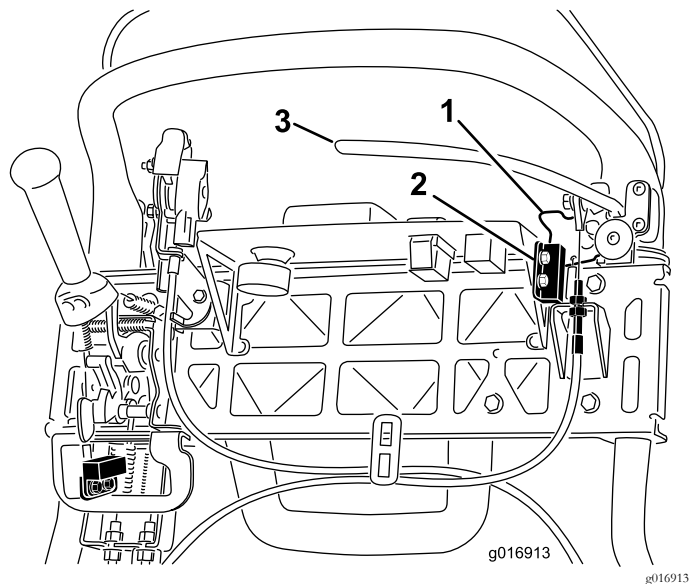

図 45
4. インタロックスイッチを固定しているねじをゆるめる 図 45。
5. 駐車ブレーキのラッチとインタロックスイッチとの間に厚さ 1.6mm のシムをはさむ 図 45。
4. ケーブルの張りを強くするには、上側ケーブルのジャムナットをゆるめて、下側ケーブルのジャムナット 図 45 を締め、156N15.8kg の力で駐車ブレーキのラッチが解除されるように調整する